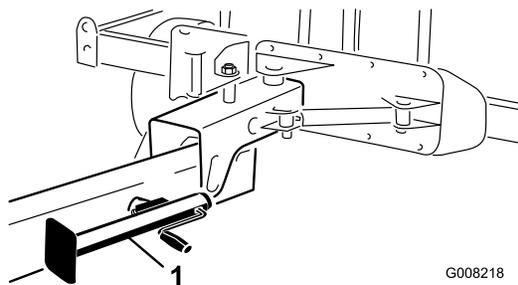

Bild 24
8. Senken Sie den Achsständer auf den Boden ab, um die Maschine zu stabilisieren (Bild 24).